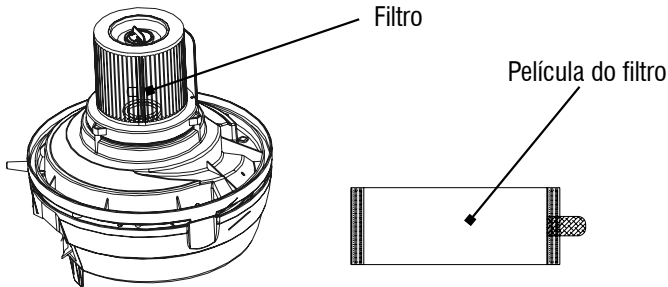

Fig. 19 – Filtro e película protetora do filtro
2. Retire a película protetora do filtro, tela que envolve o filtro, Fig. 19;